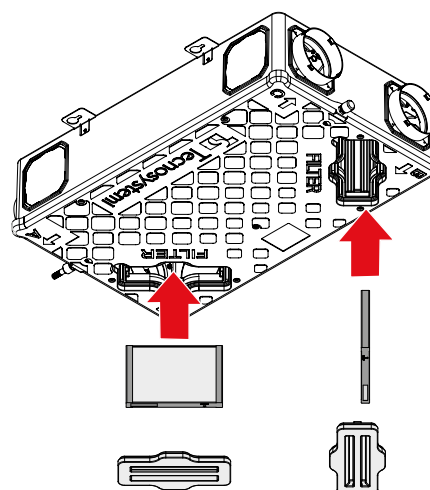

Fig. 4
4. Replacer les filtres dans leur logement (fig. 4).
5. Refermer les couvercles de protection (fig. 4).